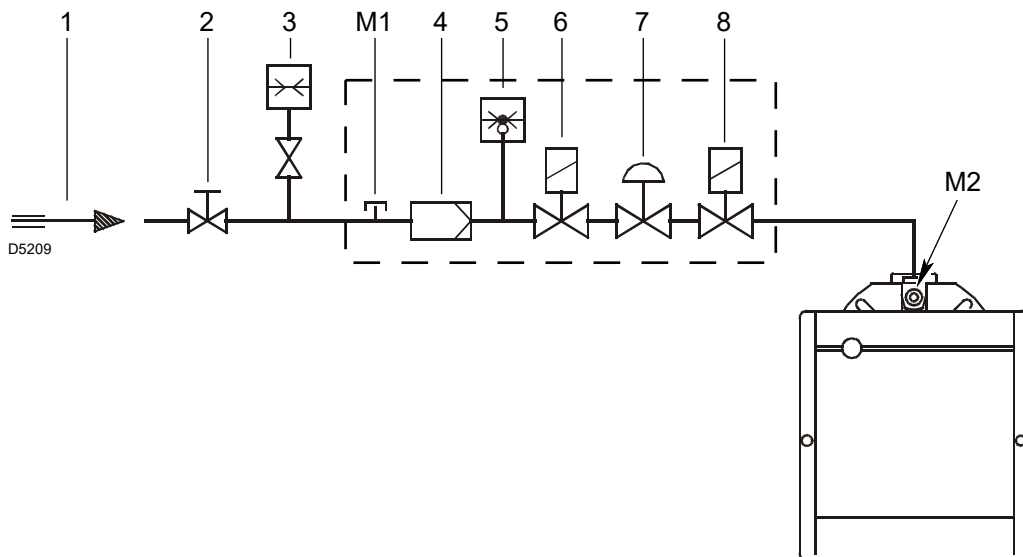

Fig. 17
Tegnforklaring (Fig. 17)
Gasstrykk målt ved M2-uttaket)(Fig. 17 på side 19), med:
- trekk trykket i brennkammeret fra gasstrykket i uttaket M2)(Fig. 17 på side 19).
Gasstrykk i uttaket M2)(Fig. 17) = 10 mbar
For å finne det nødvendige gasstrykket i uttaket M2)(Fig. 17 på side 19), når man har fastsatt den maksimale reguleringen av varmeeffekten som man ønsker brenneren skal fungere med:
- Les av trykket i uttaket M2)(Fig. 17 på side 19) til høyre i kolonne 1.